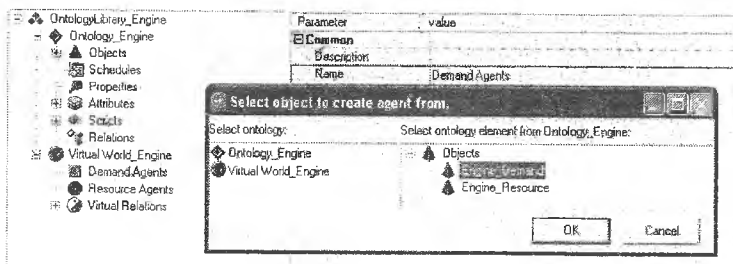

Рис. 13. Создание агента заказа для концепта *Engine\_Demand*
- Создайте концепт «агент заказа» для концепта «двигатель проектируемого самолета» (т. к. именно проект является активной сущностью): выделите категорию *Demand Agents*, в контекстном меню выберите пункт *New Item -> Demand agent* и в появившемся диалоге выберите концепт *Engine Demand*. Затем нажмите <OK> и переименуйте созданный концепт в *Engine\_Demand* (рис. 13).